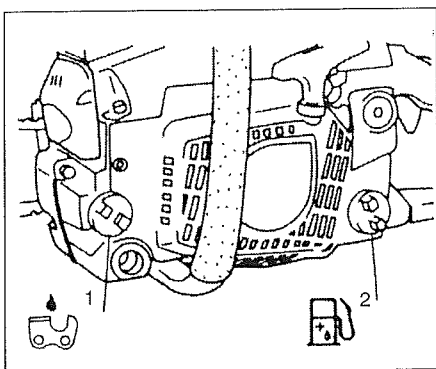

Fig.2-1B
⚠ WARNING! (Fig. 2-1B)
⚠ ATTENTION! (Fig. 2-1B)
⚠ ATTENZIONE! (Fig. 2-1B)
⚠ ATENCIÓN! (Fig. 2-1B)
⚠ VARNING! (Fig. 2-1B)
(En) Chain oil (Fig. 2-1B)
When pouring fuel (1) or chain oil (2) into the tank, place the unit with cap side up. (Fig. 2-1B)
(It) Olio per catena (Fig. 2-1B)
Quando si versa il carburante (1) o l'olio per la catena (2) nel serbatoio, collocare l'attrezzo con il lato con il tappo rivolto verso l'alto. (Fig. 2-1B)
(Sp) Aceite para la cadena (Fig. 2-1B)
Al cargar el combustible (1) o el aceite para la cadena (2) en el tanque, deberá colocarse la unidad con la tapa hacia arriba. (Fig. 2-1B)
(Fr) Huile de chaîne (Fig.2-1B)
Lorsqu'on remplit les réservoirs soit avec du carburant (1), soit avec de l'huile de chaîne (2), placer la machine sur le côté avec les bouchons orientés vers le haut (Fig. 2-1B).
(Ge) Kettenöl (Fig. 2-1B)
(Sw) Olja för kedjan (Fig. 2-1B)
Vid påfyllning av bränsle (1) eller olja för kedjan (2) i tanken, skall sidan med locket vändas uppåt. (Fig. 2-1B)